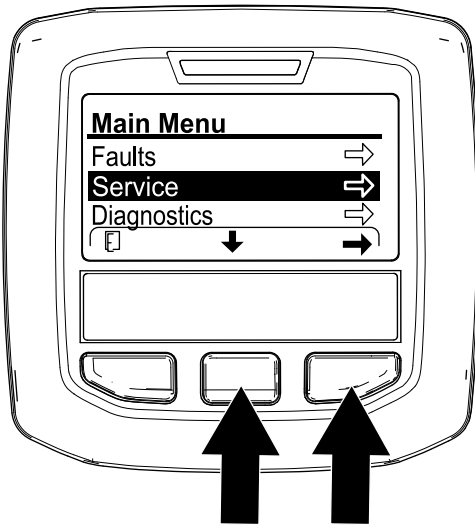

Bild 103
3. Rufen Sie im InfoCenter das HAUPTMENÜ auf (Bild 103).